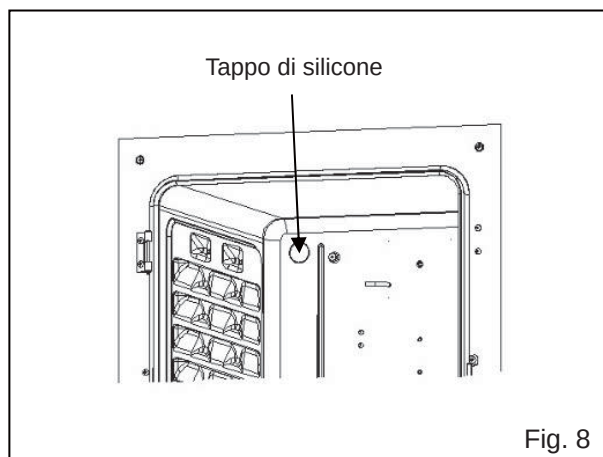
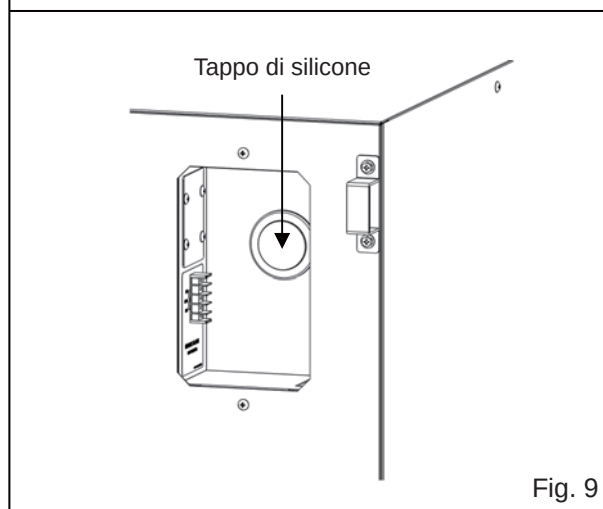

Fig. 8
Fig. 9
9. Togliere i tappi di silicone per la porta di accesso all'interno (Fig. 8) e all'esterno (Fig. 9).